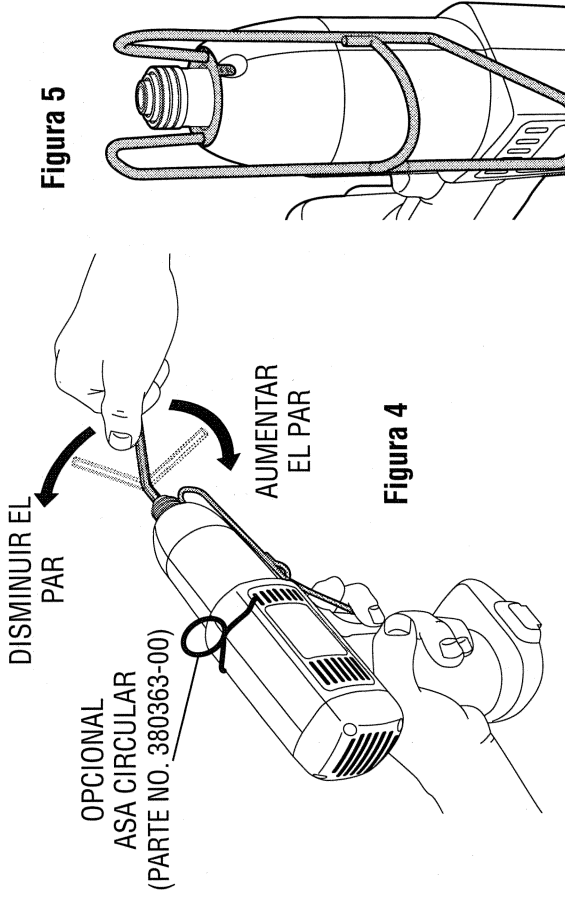

Figura 4
- 4) Inserte una llave allen de 1/4" en la flecha. Sujetando la unidad y la herramienta de alambre en una mano, gire la llave allen con la otra mano (figura 4). Gire la llave en sentido contrario a las manecillas del reloj para disminuir el par, y en el sentido de las manecillas del reloj para aumentarlo. La flecha producirá un chasquido en cada posición de par. Cada chasquido equivale a un cambio aproximado de 0,08 N-m en